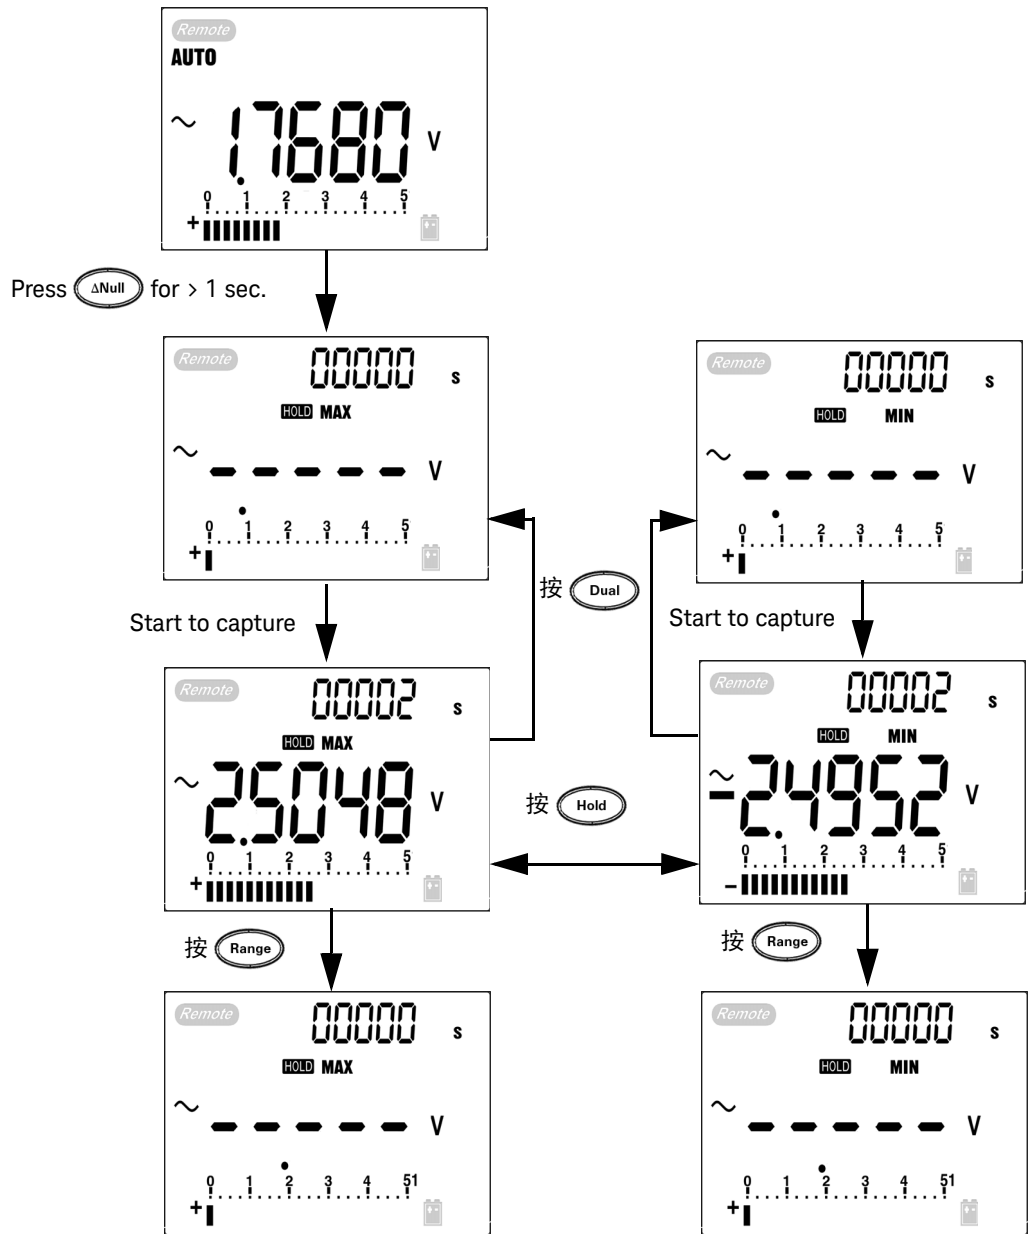

图 3-6 1 ms 峰值保持模式操作
- 4 根据第 84 页上的图 3-6 中所示的测量，最大因数将是 $2.5048/1.768 = 1.416$ 。